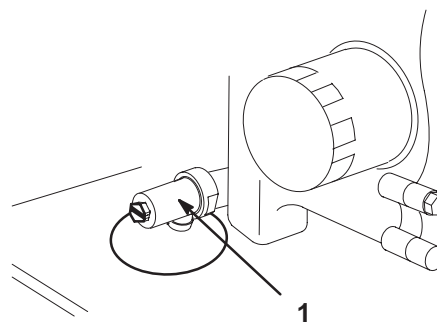

Figure 39
3. Placez un bac de vidange sous l'orifice de vidange. Ouvrez le robinet de vidange avec un tournevis à lame plate, une clé de 3/8 pouce ou de 10 mm (Fig. 39).
4. Tournez le robinet dans le sens horaire pour le fermer, et dans le sens anti-horaire pour l'ouvrir (Fig. 39).
5. Quand toute l'huile s'est écoulée, refermez le robinet de vidange (Fig. 39).